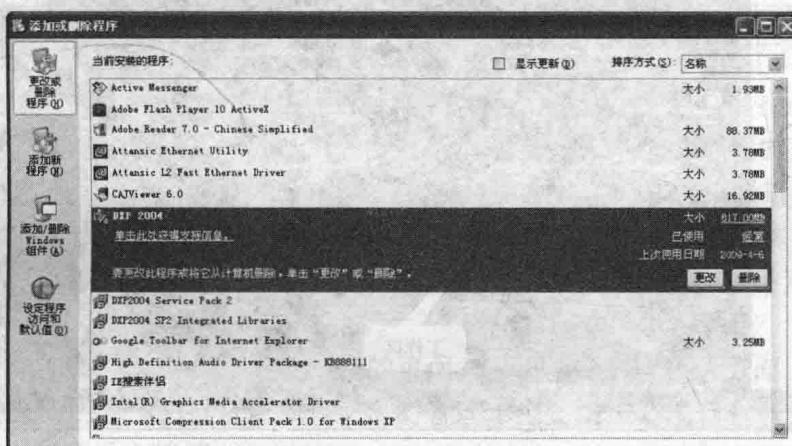

图 1.14 “添加或删除程序”窗口
- (2) 单击“控制面板”窗口中的“添加/删除程序”图标，出现如图 1.14 所示的“添加或删除程序”窗口，该窗口中列出了所有的应用程序，选择“DXP 2004”，如图 1.14 所示。